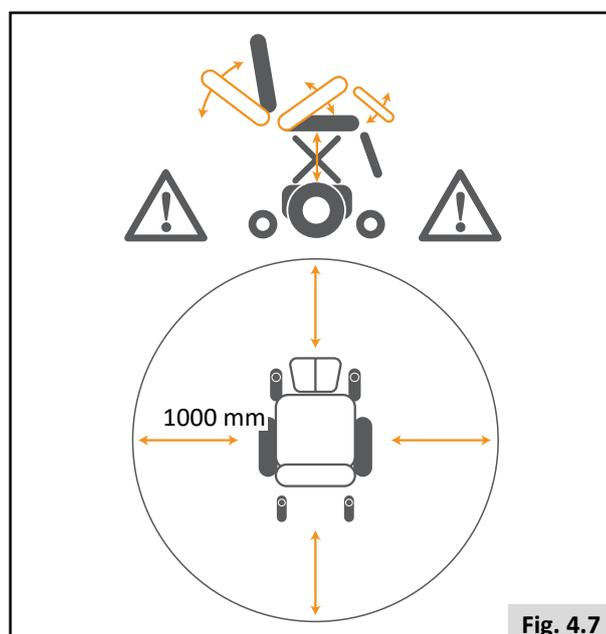

Fig. 4.7
- Come per tutte le parti mobili, fare attenzione a non schiacciarsi le dita, (Fig. 4.7).